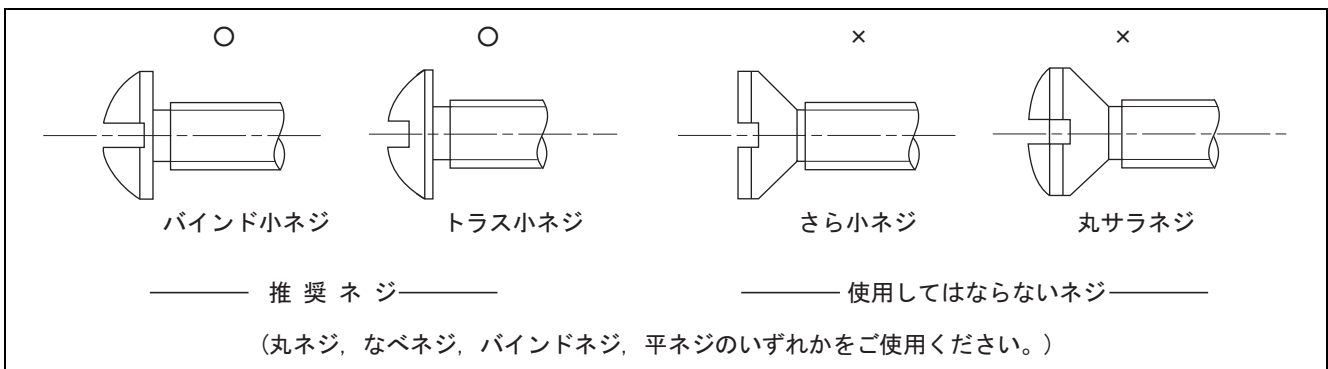

図8 推奨のネジ, 使用してはならないネジの種類
- (ii) 皿ネジは半導体デバイスに異常な応力を加えることとなりますので絶対に使用しないでください (図8参照)。